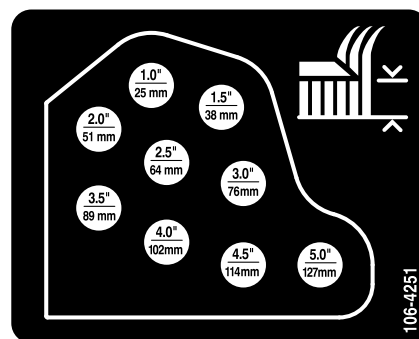

Figure 18
10. Montez les chaînes de hauteur de coupe dans le trou correspondant à la hauteur de coupe voulue à l'aide de l'axe de chape et de la goupille fendue (Figure 18).